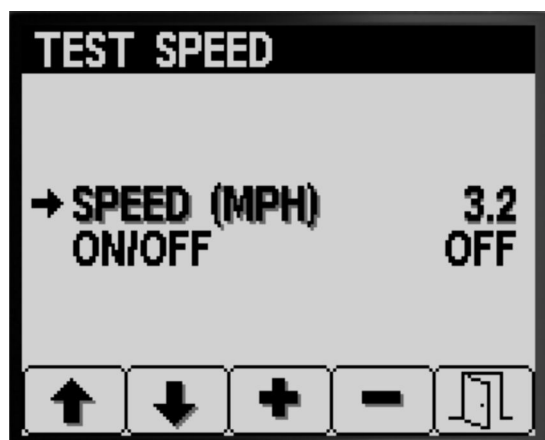

Рисунок 71
3. Нажмите кнопку 1 или 2, чтобы перейти к пункту SPEED (СКОРОСТЬ) (Рисунок 71).
4. Нажимайте кнопки 3 или 4, чтобы увеличить или уменьшить имитационную скорость (Рисунок 71).